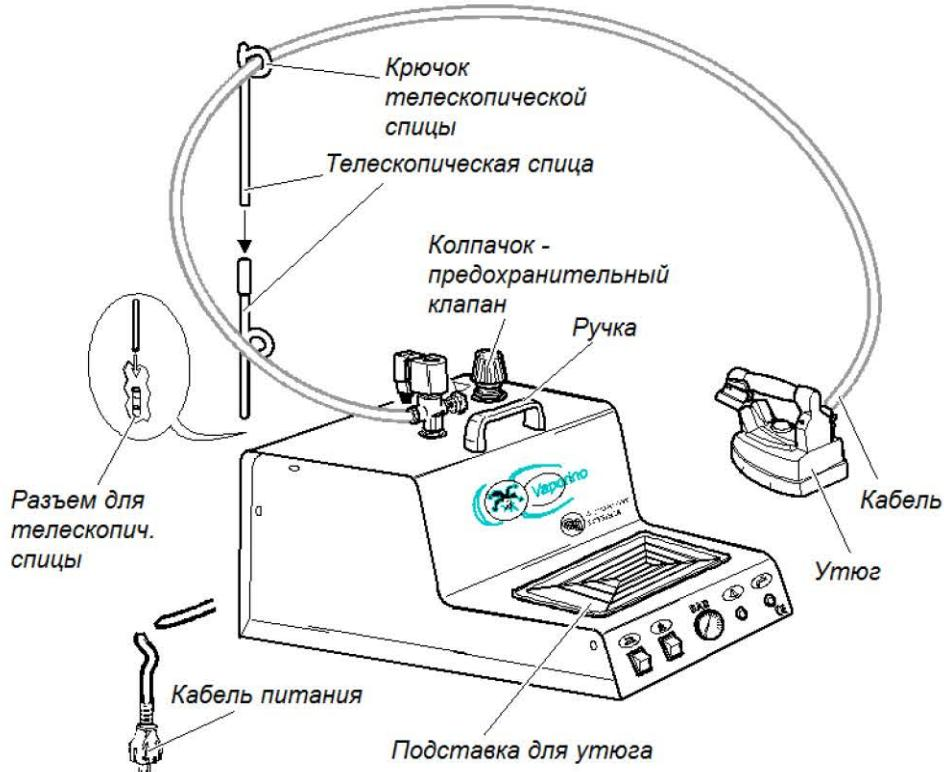
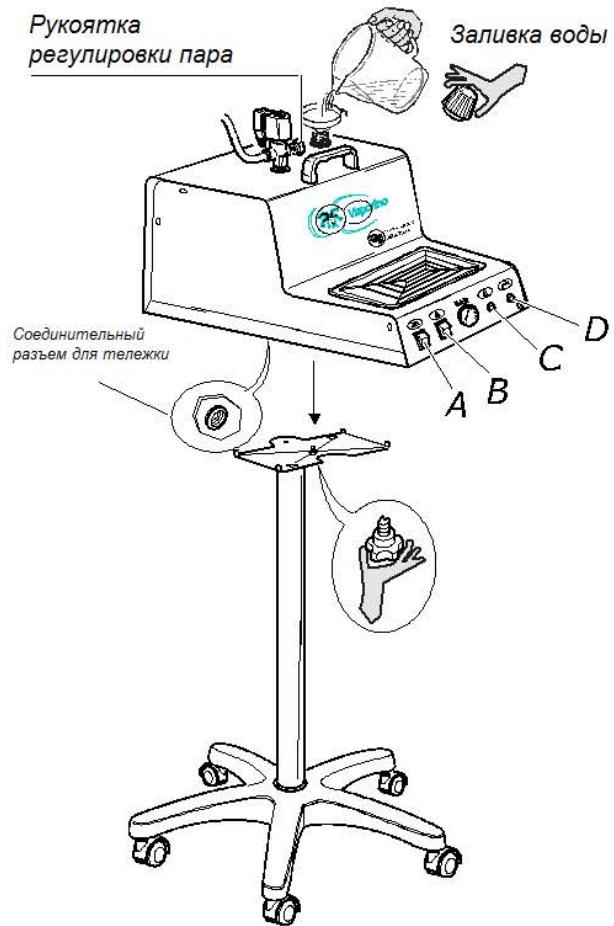

Рис. 1
Рис. 2
Перед доставкой парогенератора VAPORINO INOX MAXI пользователю необходимо подготовить место для его установки, электрическую розетку подходящих характеристик с защитой (рекомендуется дифференциальный термомагнитный выключатель на 16 А с номинальным отключающим дифференциальным током 30 мА). Для транспортировки и перемещения парогенератора VAPORINO INOX MAXI пользоваться только специальной ручкой. Нельзя тянуть за электрические кабели (рис. 1).
2. Вынуть парогенератор VAPORINO INOX MAXI из коробки и вставить телескопическую спицу в соответствующий разъем на задней стороне изделия (рис. 1), удостоверившись, что она вставлена до конца.
4. Поставить утюг на предназначенную для него резиновую подставку (рис. 1).
5. Для парогенератора VAPORINO INOX MAXI с тележкой: ввинтить круглую рукоятку тележки в соответствующий соединительный разъем под парогенератором (рис. 2).
1. Отвинтить колпачок клапана парогенератора VAPORINO INOX MAXI (рис. 1), заполнить бойлер (рис. 2) необходимым количеством воды, следя за тем, чтобы вода не выливалась через край. Советуем делать это с помощью воронки. Ввинтить крышку обратно, держа ее за пластиковую часть. Не завинчивать ее слишком туго, иначе можно повредить уплотнение (см. Раздел 7).
3. Переставить выключатель бойлера (рис. 2, В) и выключатель утюга в положение ВКЛ (рис. 2, А), поставить терmostат утюга (рис. 3) в положение «хлопок».
4. Подождать отключения сигнальной лампочки бойлера (рис. 2, С); манометр должен показывать примерно 2,5–3 бар. Затем поднять утюг за пробковую ручку и нажать на микровыключатель утюга (рис. 4) 4–5 раз для выпуска пара. Также следует удостовериться в насыщенности пара (нажав микровыключатель и направив утюг в пол). Кроме того, можно регулировать количество пара, вращая круглую рукоятку регулировки пара (рис. 2). После
этих операций утюг готов к работе. Во время глажки сигнальная лампочка бойлера постоянно включается и гаснет, что свидетельствует о нормальной работе (рис. 2, С).
11. **Колпачок клапана (рис. 1) запрещается менять на колпачки других видов. Прим.: Колпачок клапана рассчитан на давление 4,5 бар и, кроме того, выполняет функцию предохранительного клапана.**
3. Рекомендуется при глажке ставить утюг только на предусмотренную для этого металлическую подставку с резиновым покрытием (рис. 1).
5. Когда парогенератор VAPORINO INOX MAXI будет использоваться вкупе с гладильной доской без всасывания, на ней могут появиться водяные пятна. В таком случае уменьшить поток пара из утюга с помощью круглой рукоятки регулировки пара (рис. 2). Поэтому мы советуем использовать устройство со столом, имеющим функции всасывания и подогрева.
Когда закончится вода, сигнальная лампочка *senza acqua* («нет воды») загорится во время утюжки (Рис. 2, D). Тогда следует вынуть вилку из розетки, открутить на 360° колпачок клапана (рис. 1) и дождаться улетучивания всего пара. Манометр
Затем долить в бойлер (рис. 2) требуемое количество воды так, чтобы не допустить выливания (см. п. 1 Раздела 4). Прикрутить обратно колпачок клапана, вставить вилку в розетку сети и дождаться, пока не погаснет сигнальная лампочка (рис. 2, С) бойлера. Утюг снова готов утюжить.
Снять колпачок клапана (рис. 1) и наклонить парогенератор VAPORINO INOX MAXI вправо, чтобы слить воду и возможную грязь.